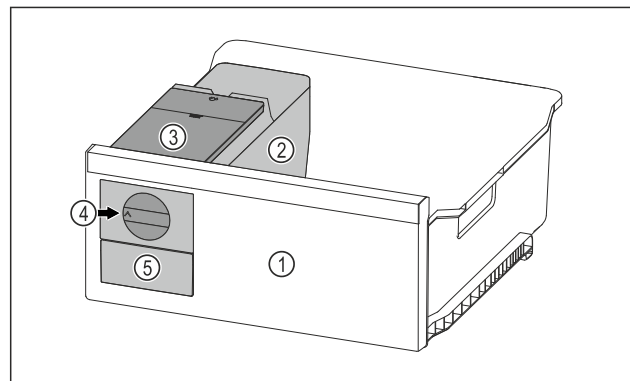

Fig. 149 Näitlik kujutis
- Keerake pöördnupp Fig. 149 (4) päripäeva lõpuni.
- Jääkuubikud kukuvad jääkuubikualusest jääkuubikusahtlisse Fig. 149 (5).